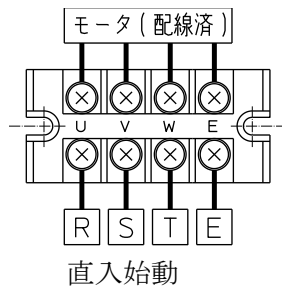
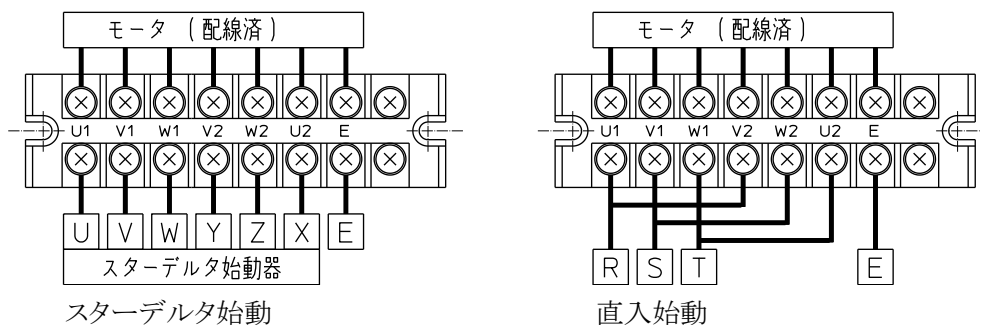

図2 固定端子台に電源接続 (モータ 3.7kW 以下機種)
図3 固定端子台に電源接続 (モータ 5.5kW 以上機種)
- (1) モータシャフトを手回して、異物の混入や接触箇所のないことを確かめてください。
- (2) 本機及びモータの銘板を調べ、電源設備の仕様と同じであることを確かめてから、電気工事技術者の元で、電気設備技術基準及び内線規定に従って電源を接続してください。KF-L シリーズにはプルボックスがありますので、図2もしくは図3を参照して電源を接続してください。